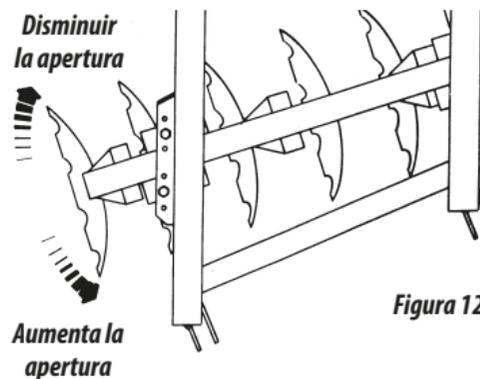

Figura 12
- En los suelos de mayor dificultad de penetración debese aumentar la apertura de la rastra, conforme la figura 12.
- En los suelos más leves y brandos, debese disminuir la apertura de la rastra, conforme la figura 12.